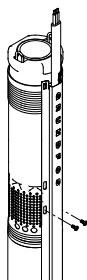

Fig. 9
3. Se fixează scutul cablului de filtrul de aspirație al pompei cu cele două șuruburi autofiletante livrate, vezi fig. 9.